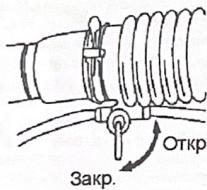

Рис. 8
•При распылении жидкостей, во время добавления химиката переключатель должен быть закрыт, см. Рис. 8. При опылении, дроссельный клапан и топливный регулятор должны быть в нижнем положении, в противном случае выхлоп опылителя будет содержать химикаты.